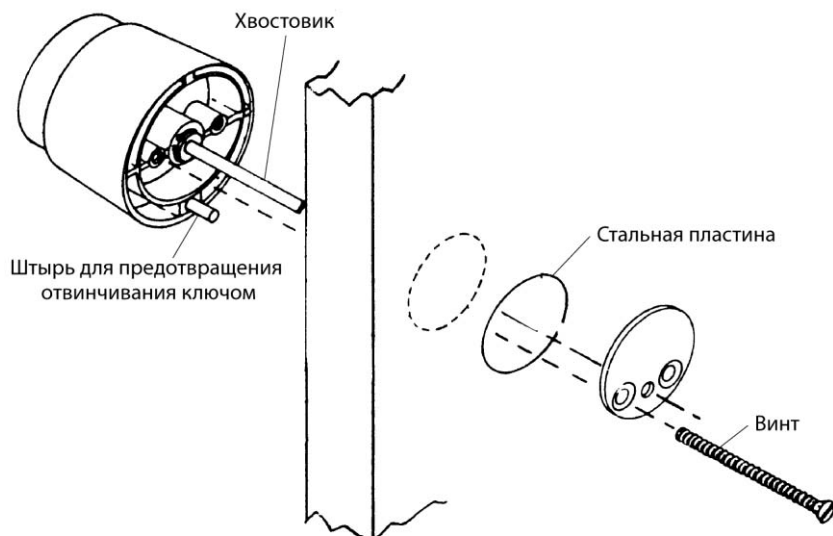

Рис. 7.3. Детали комплекта Cor-Kit для накладного замка
1. Установить два фиксирующих винта в два отверстия, просверленные с наружной стороны в круглой стальной пластине, в которой есть три отверстия (рис. 7.3).